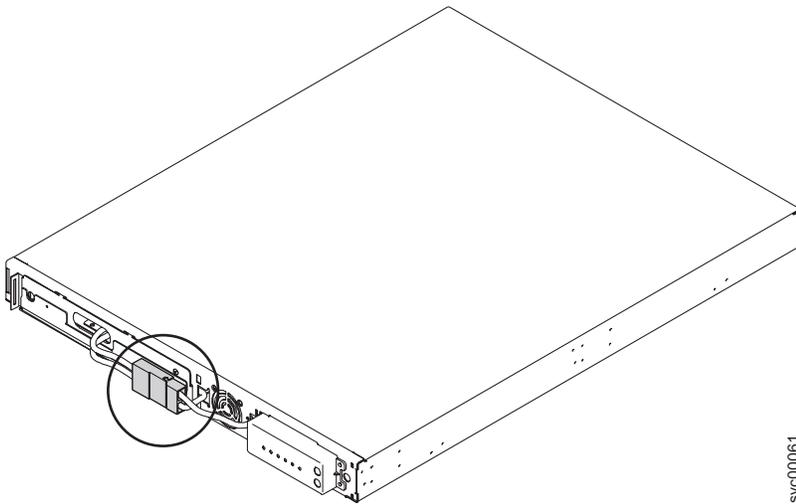

図 317. 内部バッテリー・コネクタを適所に収めた 2145 UPS-1U
7. 内部バッテリー・コネクタ (364 ページの図 317 の円内) を接続します。